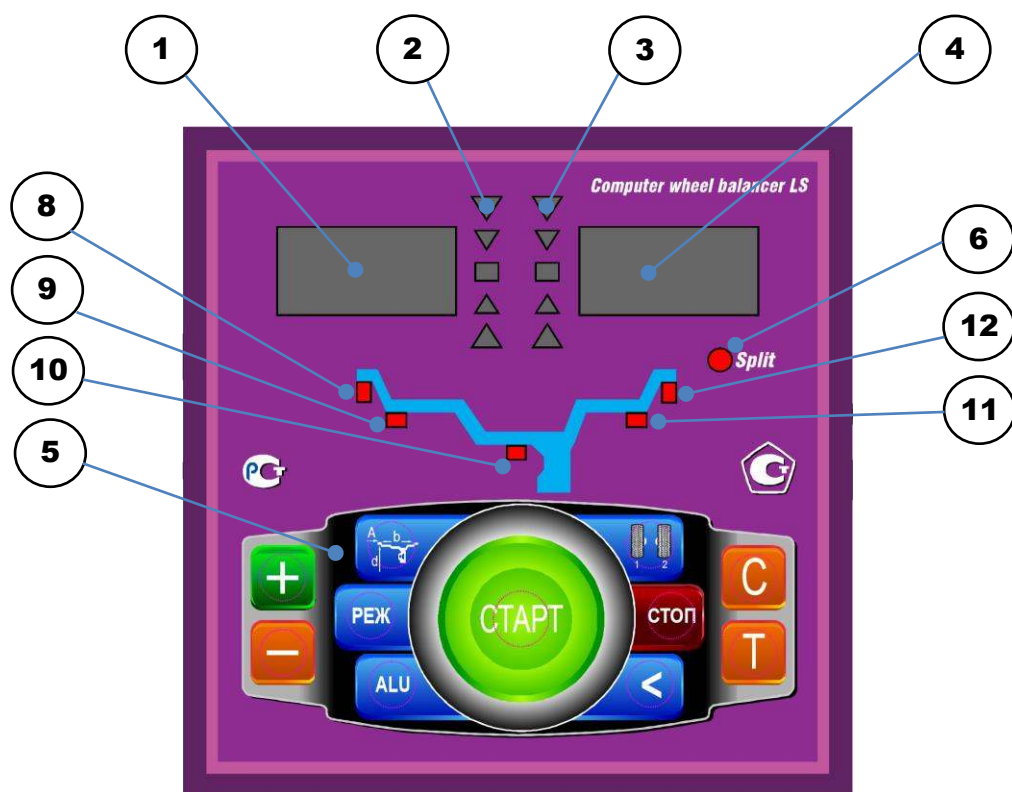

рис.8.1.
8.1. Общий вид лицевой панели показан на рис. 8.1.
При выдвижении штанги на индикаторах 1 (рис. 8.1) отображается значение параметра "А". Значение параметра "d" отображается на индикаторах 4.
Для ввода ширины нажмите кнопку "+" или "-" на индикаторах 1 (рис.8.1) высветится "-b-", а на индикаторах 4 значение ширины диска. Через 2-3 сек после установки ширины индикаторы в режим отображения текущего дисбаланса.
Дважды нажать кнопку "A, d, b", после чего на индикаторах 1 (рис.8.1) загорается символ "А", а на индикаторах 4 исходная величина дистанции. Нажимая кнопки "-" и "+" установить на индикаторах 4 требуемую величину дистанции. Через 2-3 сек после установки дистанции показания на индикаторах 1 и 4 возвращаются к отображению текущего дисбаланса, а кнопки "-" и "+" возвращаются в режим ввода ширины обода.
11.1. Переключение схем ALU1-ALU5 осуществляется последовательным нажатием кнопки "ALU" при этом схема установки грузов отображается загоранием соответствующих светодиодов 8-12 (рис.8.1), кроме того, на индикаторах 1 отображаются символы ALU, а на индикаторах 4 номер 1-5. Через 2-3 сек. после установки требуемой программы ALU индикаторы 1-4 переходят в режим отображения дисбаланса.
12.3. Для входа в программу Split нажмите кнопку РЕЖ , после чего загорается светодиод 6 (рис.8.1) и на индикаторах 1 загораются символы "SPn", означающие, что необходимо ввести число спиц обода колеса, подлежащего балансировке. При этом на индикаторах 4 загорается цифра 5. Если число спиц колеса отличается от 5, кнопками "-" и "+" установить на индикаторах 4 фактическое число спиц колеса.
12.4. Запустите СБ. После остановки вала установите любую спицу обода колеса вертикально вверх (на 12 часов) и нажмите кнопку С. После чего, на индикаторе 1 и линейке 2 (рис.8.1) будут указаны величина и место установки корректирующего груза на внутренней плоскости.
Эта функция обеспечивается тем, что каждый раз при вводе новых геометрических параметров и установке требуемой программы ALU, предыдущее состояние запоминается. Для перехода от одного набора параметров к другому необходимо нажать кнопку "1-2". Визуальный контроль того, какие параметры установлены в данный момент, осуществляется нажатием "A,d,b" на индикаторах 4 (рис.8.1) будут последовательно отображены, установленные в данный момент диаметр и ширина обода и дистанция.
14.1. При включении тумблера питания СБ на индикаторах 1 (рис. 8.1) высвечивается трёхзначное число -номер версии программного обеспечения. Через 2-3 сек на индикаторах 1 и 4 должны загореться нули, кроме того должны загореться светодиоды 8 и 12, что свидетельствует о включении режима стандартной балансировки с установкой на обеих плоскостях коррекции грузиков на пружинках. На линейках 2 и 3 (рис. 8.1) должны загореться центральные светодиоды.
14.2. При включении СБ программа измерения дисбаланса настраивается таким образом, что дисбаланс менее 8 г (заводская установка) на любой плоскости коррекции не показывается, в этом случае на индикаторах 1 и 4 (рис. 8.1) высвечиваются "0". Минимальный дисбаланс отображающийся на индикаторах 1 и 4 равен 8г. Дисбаланс, превышающий 8г, округляется до величины кратной 5, т. е. дисбаланс 9, 10, 11 и 12 г отображается цифрой 10, дисбаланс 13, 14,15, 16 и 17 г - цифрой 15 и т. д. Для просмотра неокруглённого значения дисбаланса или дисбаланса менее 8г. необходимо нажать кнопку "<", при этом на индикаторах 1 и 4 на 2-3 сек высвечиваются фактические значения дисбаланса, определённые в данном запуске.
14.5.1. Поднимите защитный кожух. Вручную поворачивайте колесо, при этом свечение светодиодов на линейках 2 и 3 (рис. 8.1.) будет перемещаться, и в какой-то момент на одной из линеек загорятся все светодиоды и цвет их свечения сменится на зелёный.